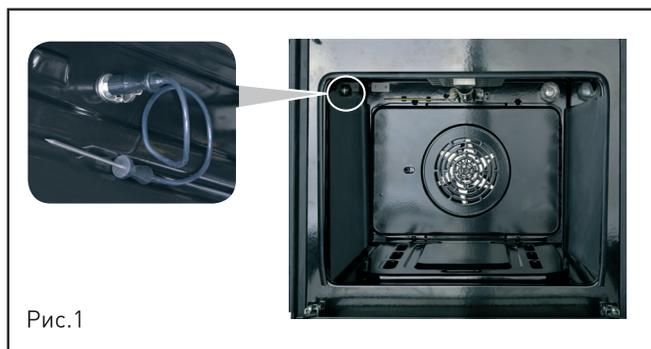

Рис.1
1. Откройте дверцу духовки до упора, при помощи отвертки надавите на блокировочные рычажки на петлях с правой и левой стороны и поднимите их (Рис. 1).
2. Потяните заднюю часть навесного элемента вверх и на себя так, чтобы штырь вышел из отверстия на стенке духовки (Рис.1).
1. Вставьте заднюю часть навесного элемента штырем в дальнее отверстие на боковой стенке и потяните ее вниз (Рис. 1).